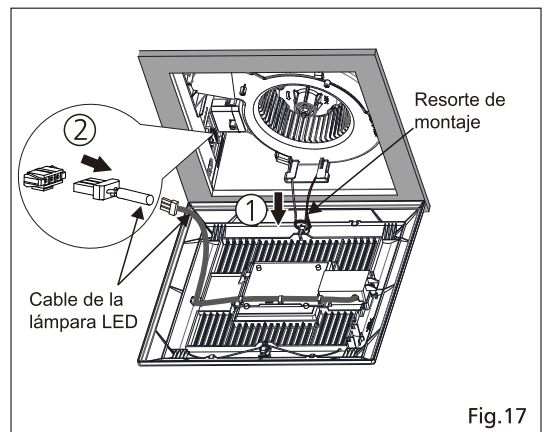

Fig. 17
3. Quite el otro resorte de montaje. (Fig. 17 ①)
4. Extraiga el cable de la lámpara LED para quitar la rejilla. (Fig. 17 ②)